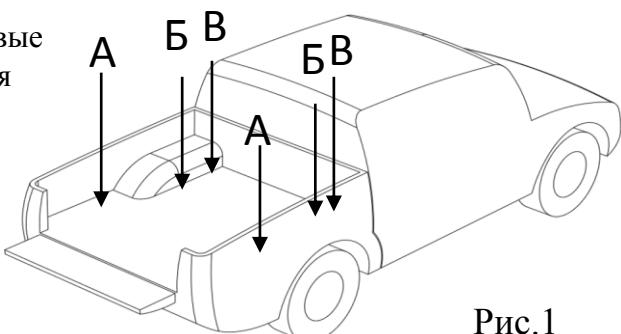

Рис.1
2. Вывернуть штатные болты А и Б из кузова автомобиля (рис.1). **Внимание! Болты В не выворачивать!**
3. Разместить на полу грузового отсека роликовые направляющие так, чтобы совпали крепежные отверстия А и Б (рис.1). **ВНИМАНИЕ! В случае несовпадения монтажных отверстий, необходимо ослабить болты крепления опорных «П-образных» кронштейнов, отрегулировать положение опорных кронштейнов и снова затянуть болты.**